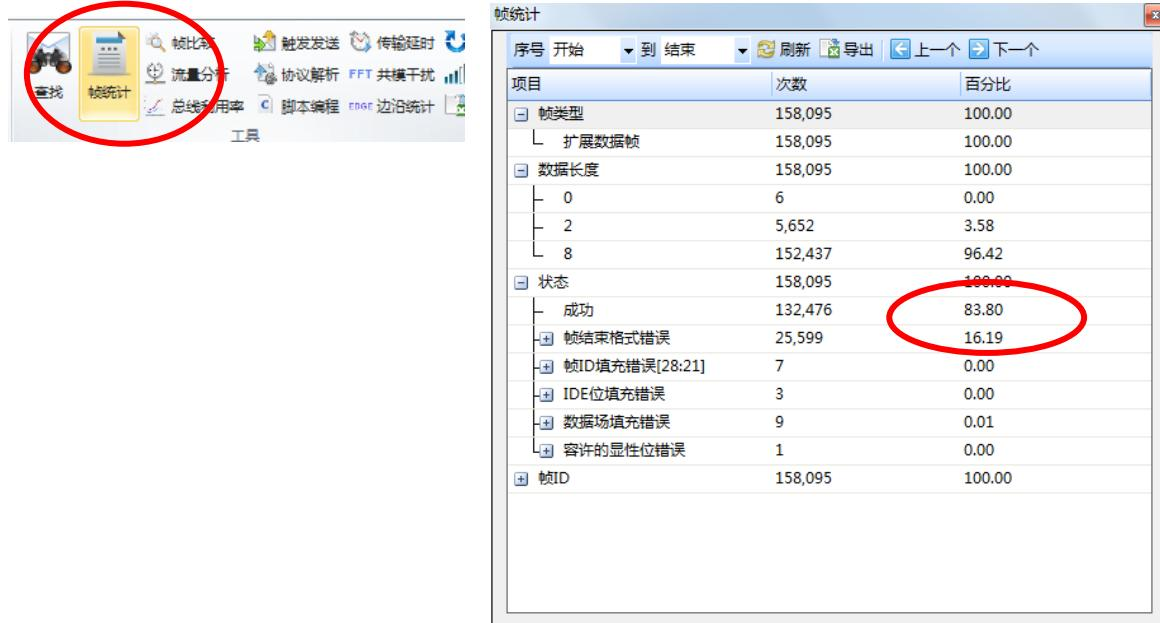

图 5.2 帧统计功能
2. 点击报文界面右上角的工具中的帧统计功能，就有一个框对所有收到的报文进行分类。如图 5.2 所示。